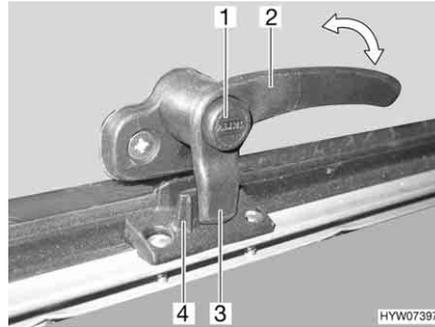
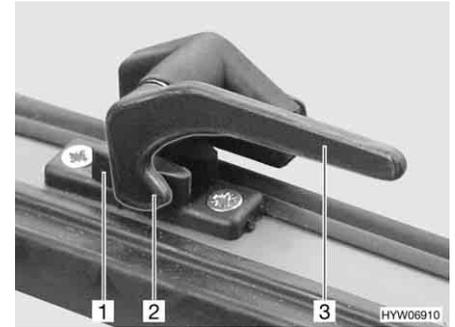

Fig. 71 Levier de verrouillage avec bouton de sécurité en position "Fermé"
Fig. 72 Levier de verrouillage en position "Fermé"
- S'il existe, appuyer sur le bouton de sécurité (Fig. 71,1) et le maintenir enfoncé.
- Tourner le levier de verrouillage (Fig. 71,2 ou Fig. 72,3) d'un quart de tour vers le centre de la fenêtre.
- Tourner le levier de verrouillage (Fig. 71,2 ou Fig. 72,3) d'un quart de tour vers le cadre de la fenêtre. Le tenon de verrouillage (Fig. 71,3 ou Fig. 72,2) du levier de verrouillage repose complètement sur le côté intérieur du verrouillage de fenêtre (Fig. 71,4 ou Fig. 72,1).
- En position "Fermé" (Fig. 71 et Fig. 72)